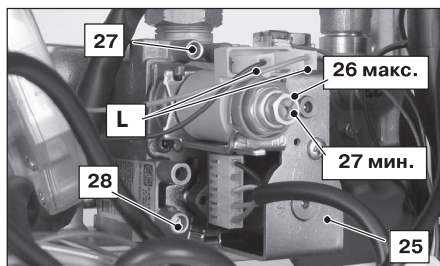

Рисунок 7.3
- Выключив котел (приведя его в нерабочее состояние), проверьте давление питания при помощи отвода 28 (см. Рисунок 7.3) и сравните считанное значение со значениями, приведенными в таблице «номинальное давление газа» в разделе «Технические характеристики» на с. 21.
- Тщательно закройте отвод для замера давления 28 (см. Рисунок 7.3).
- Откройте отвод для замера давления 27 (Рисунок 7.3) и подсоедините манометр.
Чтобы откалибровать давление в горелке, поворачивайте большую шестигрательную латунную гайку модулирующего устройства 26 (макс.), см. Рисунок 7.3 (при вращении гайки по часовой стрелке давление увеличивается).
- Отсоедините один из двух проводов питания «С» модулирующего устройства 26. Внимательно следите за тем, чтобы не прикасаться к металлическим частям котла (см. Рисунок 7.3).
- Подключите провод питания «С» к модулирующему устройству (Рисунок 7.3).
- Закройте отвод для замера давления 27 (Рисунок 7.3).
ВАЖНО! Измерив давление газа, необходимо тщательно закрыть отводы, использованные для замера давления (28 и 27, Рисунок 7.3). После проведения всех операций по регулировке газа необходимо опломбировать регулировки клапана.
- Откройте отвод для замера давления 27 (Рисунок 7.3) и подключите манометр.